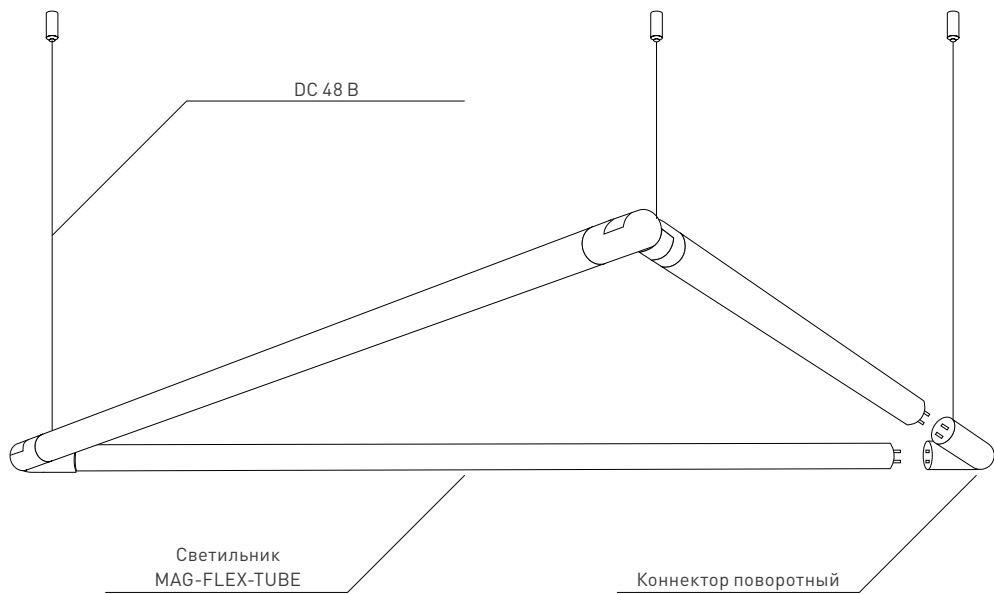

Рис. 1. Соединения светильника с поворотным коннектором, подключение питания
- 3.2. Выполните сборку и подключение светильника согласно рис. 1.